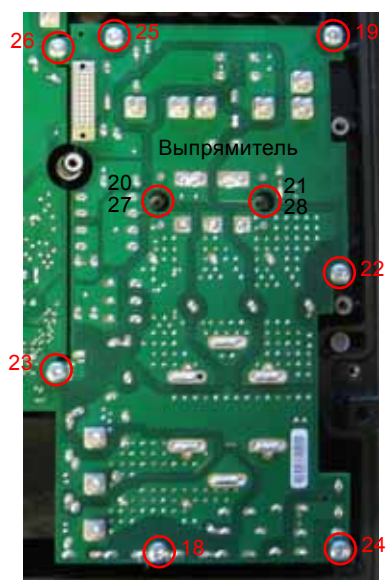

Рис. 51 Порядок затяжки винтов платы выпрямителя
- Установите и затяните винты выпрямителя и платы выпрямителя в правильном порядке. См. рис. 51. Порядок затяжки также указан рядом с отверстиями винтов на плате. Винты на плате необходимо затянуть с усилием 6 Нм, а винты выпрямителя необходимо затянуть с усилием 4 Нм, а затем 6 Нм.